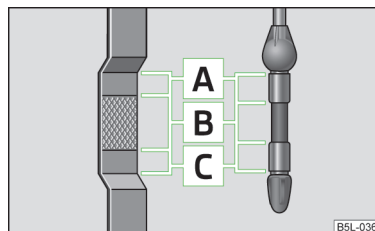

Fig. 128
- Dacă nivelul de ulei este situat deasupra zonei **A** » fig. 128 la pagina 145, nu continuați deplasarea! Opriti motorul și apelați la asistență din partea unei unități specializate.
Joja indică nivelul uleiului » fig. 128.
- Nivelul uleiului nu trebuie să fie în nici un caz, deasupra zonei **A** » fig. 128 - Pericol de deteriorare a instalației de evacuare a gazelor arse!